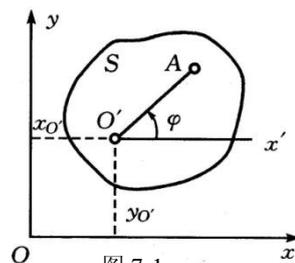

图 7-1
3) 为了确定平面图形 S 的位置,在平面 L 上取固定坐标系 Oxy ,在平面图形上任取一点 O' ,称为基点,通过该点再取一直线段 $O'A$ 。显然,图形 S 的位置将随直线段 $O'A$ 的位置确定而定,如图 7-1 所示。
$$v_B = BP \cdot \omega_{AB} = 4r \times \frac{\omega}{2} = 2r\omega \text{ 方向如图 7-1 (c)}$$
$$\text{得滑块 } B \text{ 的速度 } v_B = \frac{r\omega}{\sin 30^\circ} = 2r\omega \text{ 方向如图 7-1 (c)}$$